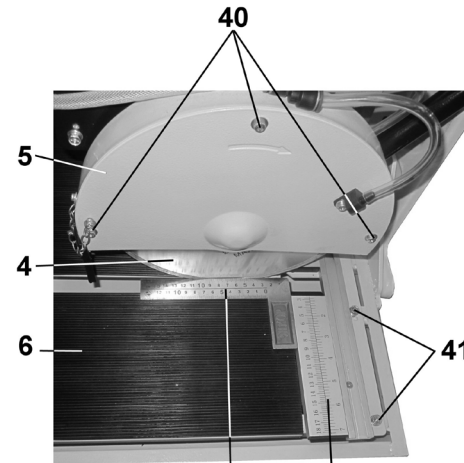

Рис. 11
## 12. ЗАМЕНА ОТРЕЗНОГО ДИСКА (Рис. 11,14)
12.2. Выкрутите три винта (40), Рис.11, снимите крышку (43). Демонтируйте отрезной диск (4), для чего, удерживая одним ключом (48) шпindel (46) и прилагая усилие в направлении по часовой стрелке на второй ключ (48), открутите гайку (47). Снимите отрезной диск (4). Проверьте рабочие поверхности шпинделя (46) и фланцев (45 и 49).
10.1.3. Как показано на Рис.11, положите угольник (42) на рабочий стол (6) вплотную к фронтальному упору (30). Проверьте положение отрезного диска (4) относительно фронтального упора (30). При необходимости ослабьте три болта (41), произведите регулировку угла 90° фронтального упора (30) относительно отрезного диска (4). По окончании регулировки надёжно закрепите болты (41), Рис.11.